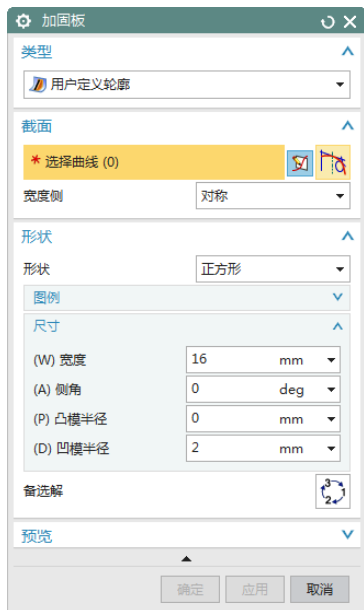

图 4-90 “加固板”对话框
(1) 选择“菜单(M)”→“插入(S)”→“冲孔(H)”→“加固板(G)...”，或者单击“主页”选项卡“凸模”面组中的“加固板”按钮, 打开如图 4-90 所示“加固板”对话框。